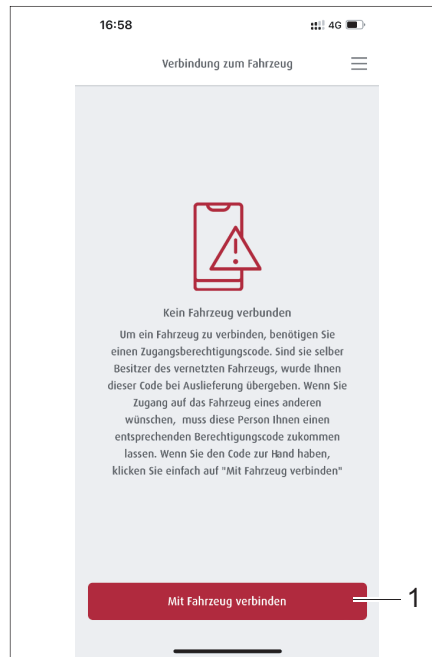

Fig. 296 Connexion avec le véhicule
- Appuyer sur la touche *Se connecter* (Fig. 295,1). Le champ de menu Connexion avec le véhicule s'affiche (Fig. 296). S'il existe déjà des véhicules qui sont connectés, ils apparaissent ici.
- Appuyer sur la touche *Connecter avec le véhicule* (Fig. 296,1).